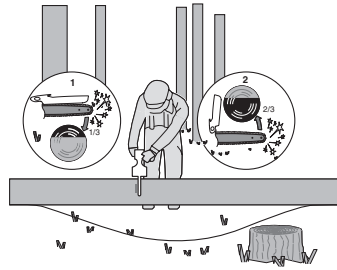

Bild 4
När stocken stöttas i båda ändarna, så som visas på bild 4, såga 1/3 diameter från ovsidan (kapning från ovsidan) (1). Gör sen den avslutande kapningen genom kapning från undersidan, från de undre 2/3 (2), för att möta den